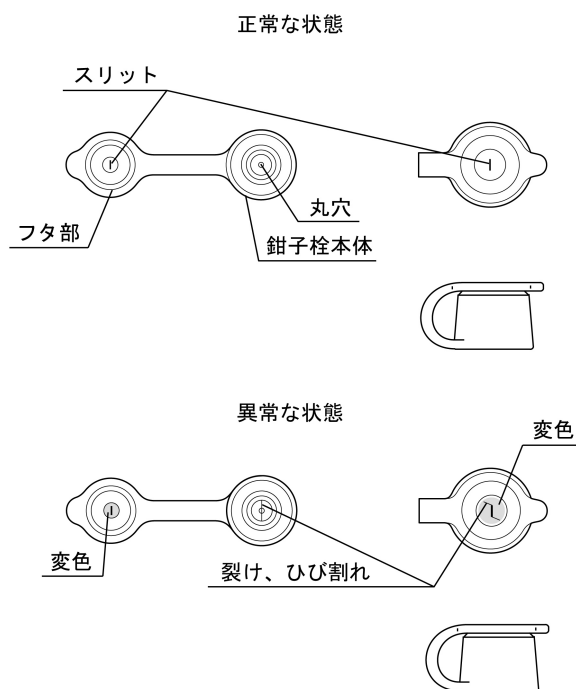

図 2
- 11.鉗子栓のフタ部のスリットまたは鉗子栓本体の丸穴に裂け、ひび割れ、変形、変色などの異常がないことを目視で確認すること。（図 2 参照）